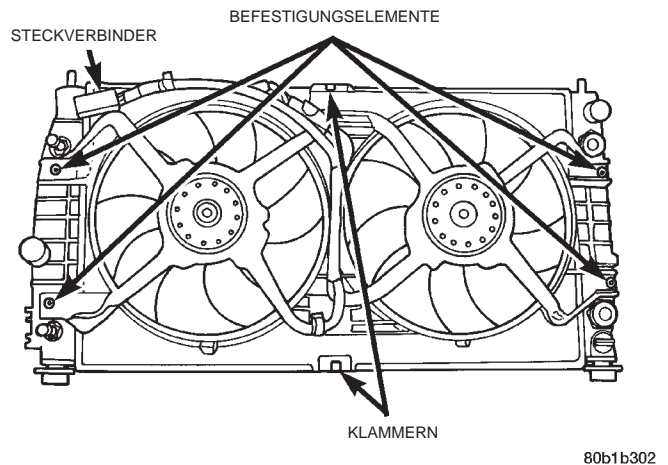

Abb. 24 Lüftereinheit—Aus- und Einbau
(7) Den Steckverbinder des elektrischen Lüfters abziehen (Abb. 24).
(8) Die Lüftereinheit ausbauen (Abb. 24).